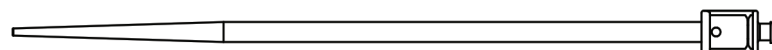

Figure 4 : Outil de déploiement
4. un dispositif d'expansion (Fig. 4), utilisé pour prédilater la gaine lors de la préparation du dispositif.